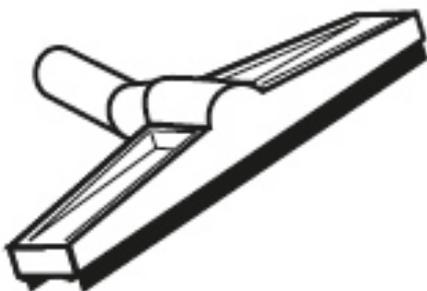

Abb. 11: Wassersaugdüse anschließen
Schritt 5: Verbinden Sie die Wassersaugdüse mit dem Saugrohr (Abb.11)